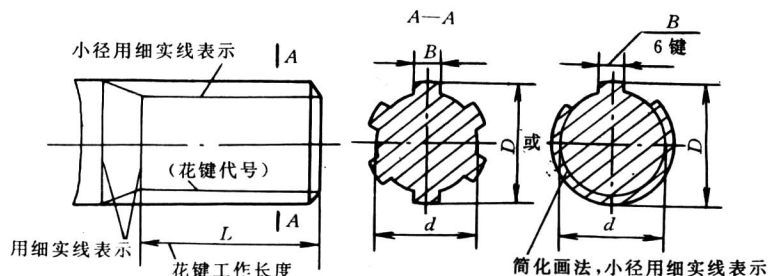
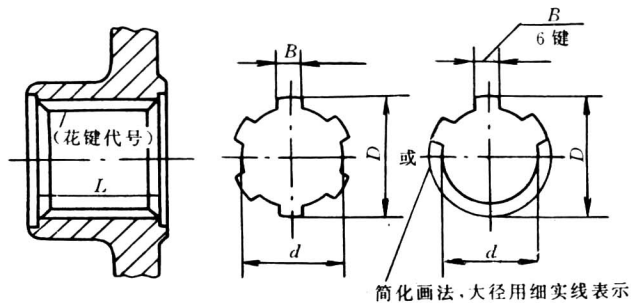

图 1-9 矩形外花键的画法和尺寸标注
图 1-10 矩形内花键的画法和尺寸标注
2) 矩形花键的形式和标记 外花键的画法如图 1-9 所示, 内花键的画法如图 1-10 所示。外花键的代号标注示例如下: